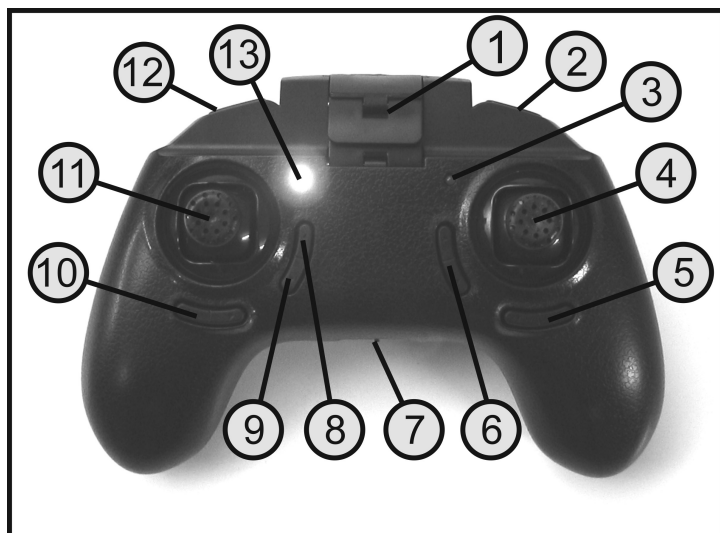
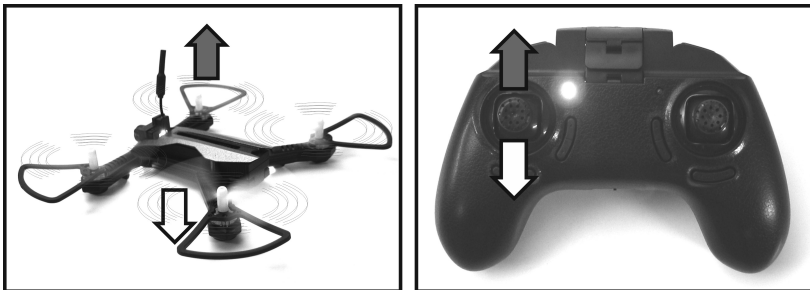

Figure 1
Figure 8
Faites glisser l'interrupteur Marche/Arrêt (voir également Figure 1, pos 7) de la position « ARRÊT » à gauche vers la position « MARCHÉ » à droite.
L'émetteur émet un signal sonore bref. Le voyant de fonctionnement LED bleu (voir également Figure 1, pos. 13) s'allume en permanence. Le voyant de fonctionnement LED rouge (voir également Figure 1, pos. 3) clignote lentement.
À l'aide de la fonction de Pas, vous pouvez régler la hauteur de vol du quadricoptère (voir Figure 8). La commande s'effectue à l'aide du levier de commande de gauche (voir également Figure 1, pos. 11). Il peut également être déplacé vers l'avant et vers l'arrière sans toujours revenir en position centrale, comme c'est le cas pour les autres fonctions du levier de commande.
Si vous poussez le levier de commande de la position la plus basse vers l'avant, les hélices tournent et la vitesse augmente selon la position du levier. Si le levier de commande se trouve dans la position centrale, le régime des hélices devrait être suffisamment élevé pour que le quadricoptère plane. Si le levier de commande est poussé un peu plus vers l'avant, le quadricoptère s'élève dans les airs (voir les flèches sombres sur la Figure 8). Lorsque le levier de commande est tiré vers l'arrière, le quadricoptère descend (voir les flèches claires sur la Figure 8).